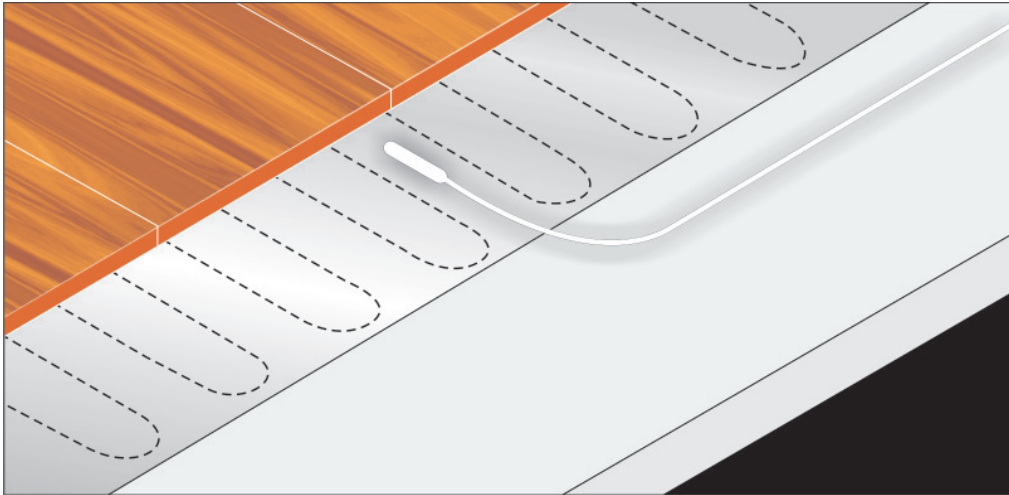

Bild 2
- Der Temperaturfühler muss mittig zwischen den Heizleiter platziert werden, jedoch min. 200 mm vom Rand der Heizmatte entfernt. (siehe Bild 2).